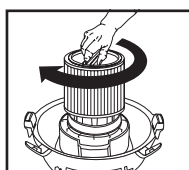

FIGURE 14
20. Maintenez le couvercle du réservoir d'une main, tournez la poignée du porte-filtre dans le sens horaire pour le serrer, en verrouillant ainsi le filtre en place. **FIGURE 14.**